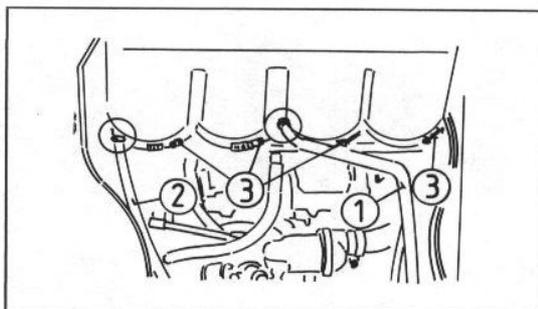

Bild 2
- Den Kurbelgehäuseentlüftungsschlauch abnehmen (Bild 2).